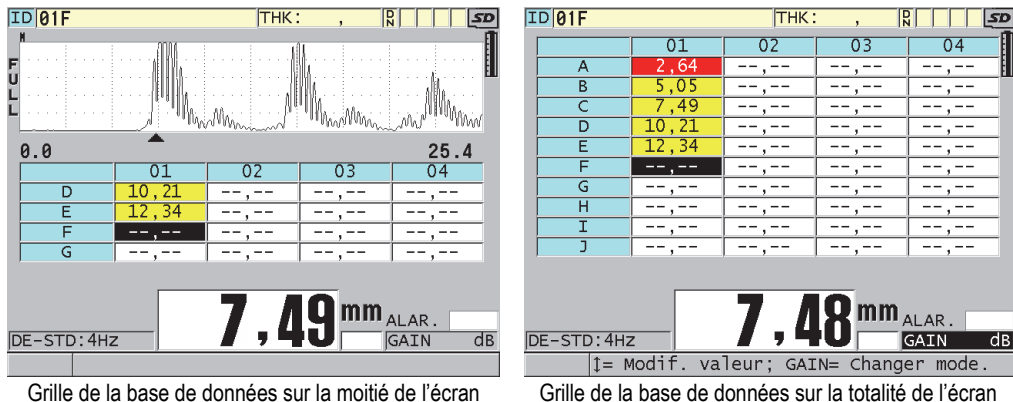

Figure 10-10 Exemples de grille de la base de données sur la moitié et la totalité de l'écran
- Réglez le paramètre **TAILLE DE LA GRILLE** sur la taille désirée (Figure 10-10 à la page 178) :